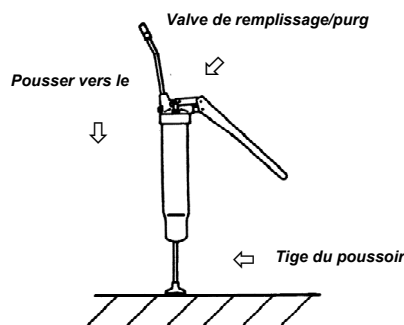

Figure 5
5) Purger l'air de la graisse (voir Fig 5).
2) Placer la poignée de la tige du poussoir sur une surface plate, appuyer fermement sur la pompe tout en maintenant ouverte la valve de remplissage/purge (voir fig. 5)